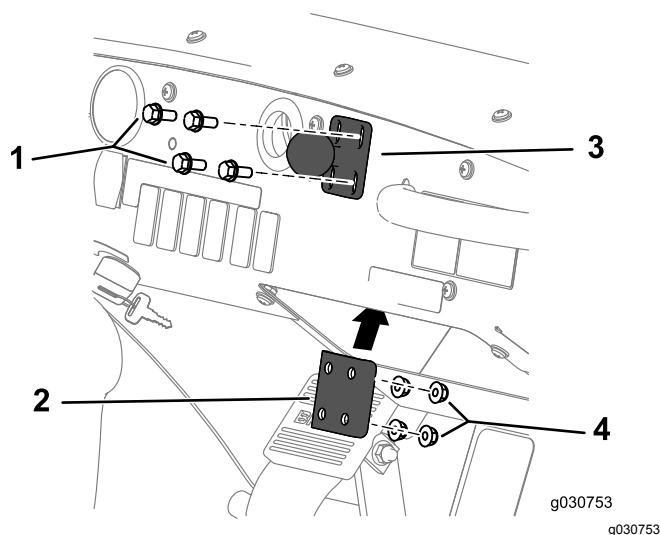

図 152
1. 図 152 のように、ダッシュボードにボールピボット用マウントを取り付けるボルト1/4 x 1-1/2 インチ4本、ステイフナプレート、フランジナット1/4 インチを使用する。